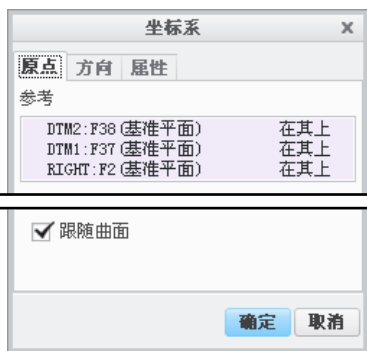
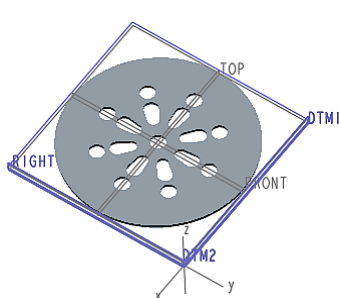
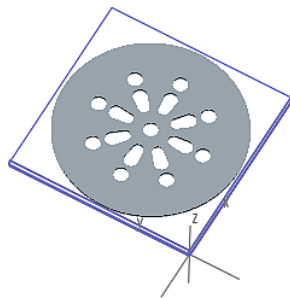

图 8.4.5 “坐标系”对话框
图 8.4.6 选择参考平面
图 8.4.7 新建的坐标系
(3) 单击 **模型** 功能选项卡 **基准** 区域中的 **坐标系** 按钮，系统弹出图 8.4.5 所示的“坐标系”对话框。按住 Ctrl 键依次选取基准平面 DTM2、DTM1 和 RIGHT 为参照平面，如图 8.4.6 所示；然后单击 **方向** 选项卡，单击 **反向** 按钮改变 X 轴或者 Y 轴的方向，如图 8.4.7 所示，最后单击 **确定** 按钮，完成坐标系 CS0 的创建。